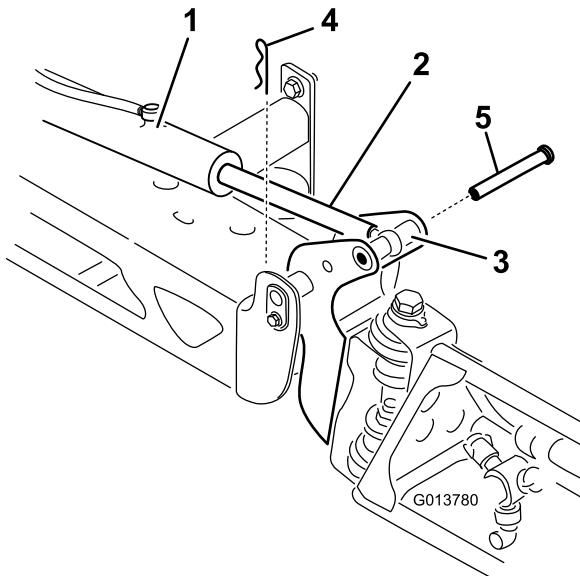

图 118
2. 从枢轴销 图 118 上拆下开口销。
3. 向上提起喷洒臂拆下柱销 图 118 然后将喷洒臂慢慢放到地面上。
9. 支撑住喷洒臂将柱销插入喷洒臂枢轴和杆端 图 118。